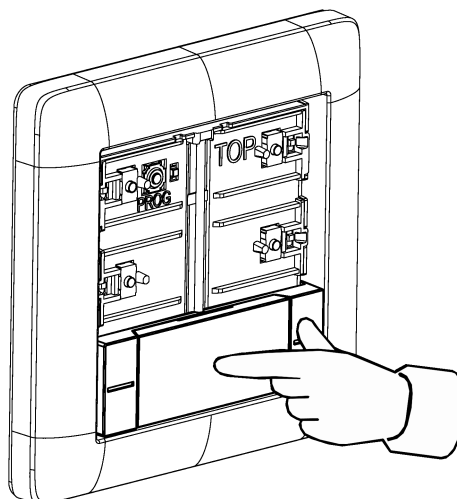

рисунок 6: Нажатие на клавишу по центру
- Нажмите на клавишу управления по центру (см. рисунок 6).